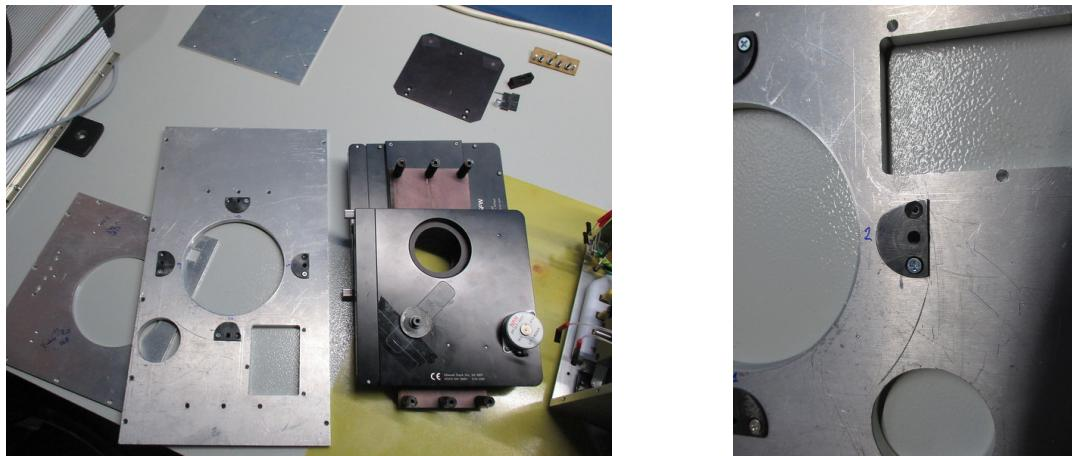

Рис. 15: Снятие панели крепления турелей.
4. Открутить шесть винтов, крепящих панель турелей к верхней плате фотометра. При сборке удостовериться, что находящееся вблизи прямоугольного окна резьбовое соединение крепления фланца светоприемника соответствует изображенному на рис. 15 слева (у данного экземпляра подрезана сторона винта фиксации колеса верхней турели).